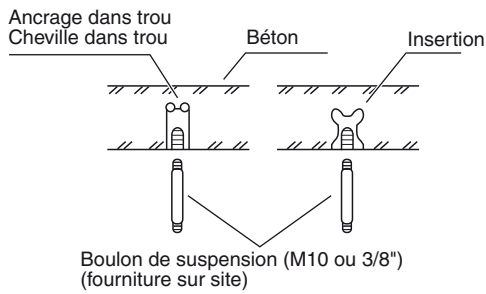

Fig.3-3
- Insérer les boulons de suspension (Fig. 3-3)
- (2) Visser les boulons de suspension, en les laissant dépasser du plafond (Figs. 3-3). (Coupez le matériau du plafond, si besoin.)